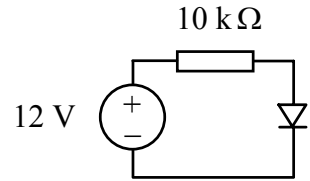

Fig. 3.16.
**P 3.1.** Calculați valoarea curentului prin circuitul din Fig. 3.16, dacă dioda este